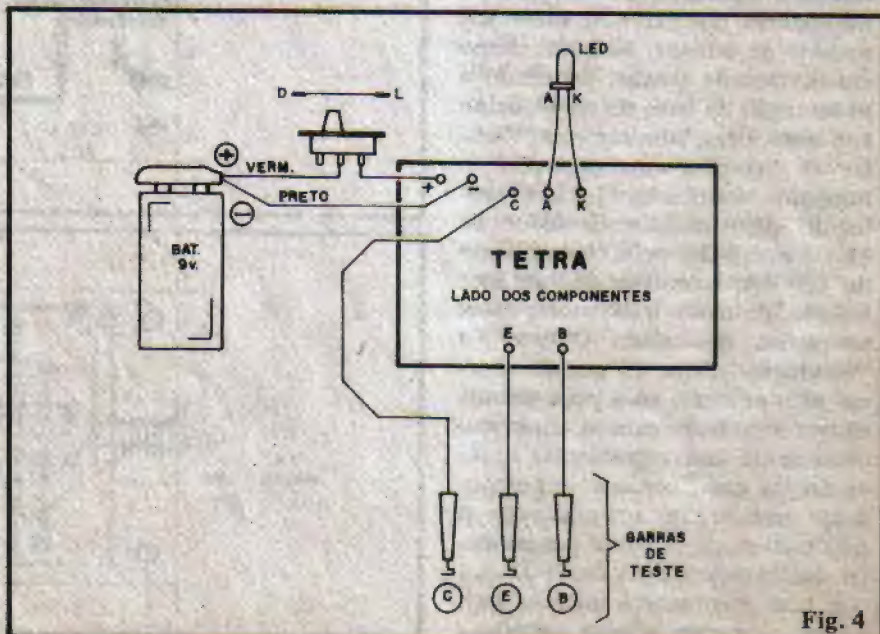

Fig. 4
A fig. 4 mostra justamente o diagrama de conexões externas à placa (esta vista ainda pelo lado dos componentes...). Os pontos (+) e (-) destinam-se à conexão dos fios da alimentação, cuja polaridade deve ser rigorosamente respeitada. O LED deve ter seus terminais de anodo (A) e catodo (K) ligados respectivamente aos pontos A e K da placa (embora, no desenho, essa ligação seja mostrada de forma **direta**, para uma boa acomodação à caixa é provável que o LED deva ser ligado à placa por dois pequenos pedaços de fio...). Finalmente as três garras de teste devem ser ligadas aos pontos (E) emissor, (B) base e (C) coletor. Notar que as soldagens das próprias garras aos fios devem ser feitas **depois** do conjunto instalado na caixa (ver explicações e sugestões mais adiante). Os fios para as garras de teste não devem ser muito curtos (cerca de 25 a 30 cm. é uma boa medida...).